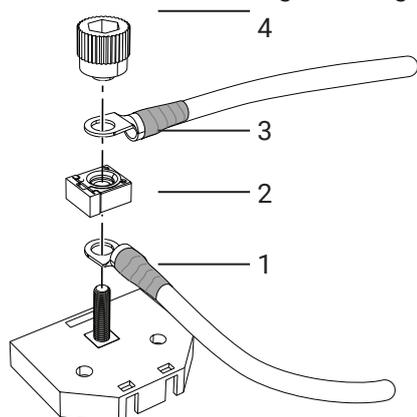
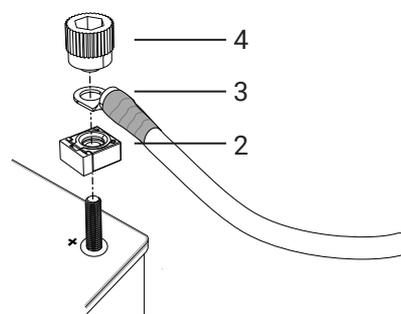

Abbildung 40. Anschließen an den Sicherungskasten
Abbildung 41. Anschließen an den Pluspol der Batterie
2. Stellen Sie ggf. sicher, dass sich der Kabinenschalter (CS) in der Position AUS befindet.
3. Schließen Sie bei Verwenden eines Sicherungskastens das Kabel (1) an den Pluspol der Batterie sowie an den Sicherungskasten an. Positionieren Sie dann die Sicherung (2) darüber, siehe Abbildung 40.
4. Bei direktem Anschluss an den Pluspol der Batterie die Sicherung (2) am Pluspol anbringen, siehe Abbildung 41.
5. Das Hauptstromkabel (3) am Sicherungskasten/Pluspol anschließen, siehe Abbildung 40 - Abbildung 41.
6. Kabelanschlüsse und Sicherung mit dem Drehknauf (4) festschrauben. Die Kabel werden in einem Winkel von 90° bzw. 180° zueinander montiert. Die Sicherung wird im rechten Winkel zu den Kabeln montiert, siehe Abbildung 40 - Abbildung 41.